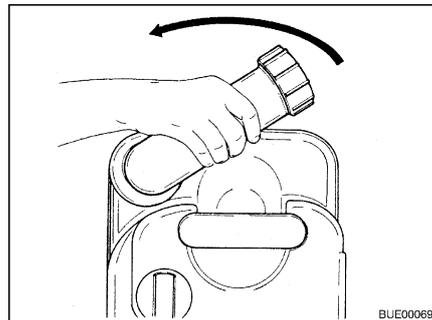

Bild 293 Entleerungsstutzen drehen
- Entleerungsstutzen nach oben drehen (Bild 293).